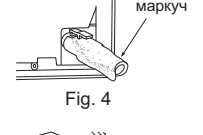

Fig. 4
- Вкарайте дренажния маркуч напълно в дренажната тапа в задната дясна част на вътрешното тяло. (Fig. 4)
- Вкарайте дренажния маркуч в отвора на стената (C) и закачете горната част на вътрешното тяло към монтажната тава (1). След това преместете вътрешното тяло наляво и надясно, за да улесните поставянето на тръбите зад тялото.